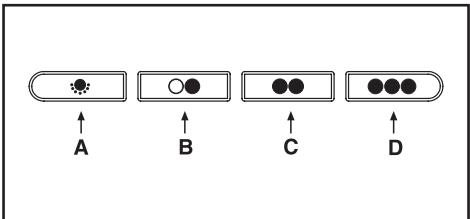

Fig.10
**• Comandi meccanici (Fig.10)** la simbologia è di seguito riportata: